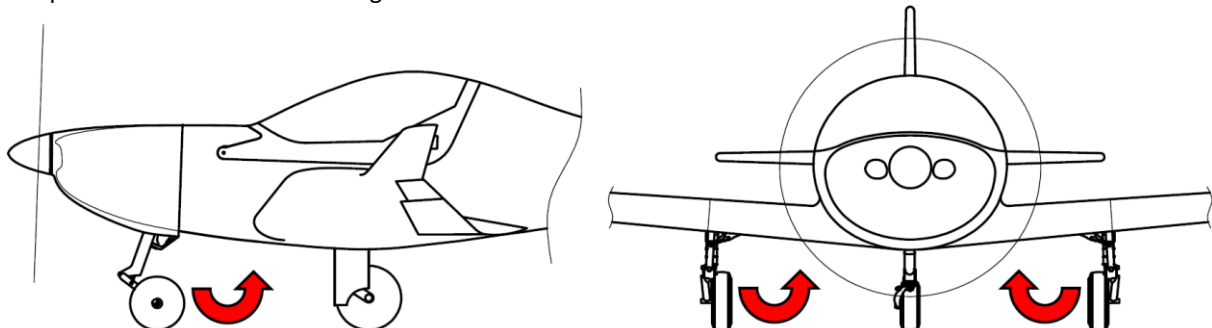

Abb. 7-2 Einziehfahrwerk
Bei der Ausführung mit Einziehfahrwerk (RG) wird das Fahrwerk mit Hilfe einer elektrisch angetriebenen Hydraulikpumpe aus- bzw. eingefahren. Ein Notausfahren des Fahrwerks erfolgt mit der Unterstützung von Gasdruckfedern. Zugstreben arretieren das Hauptfahrwerk beim Ausfahren mit Hilfe der Gasdruckfedern. Die Fahrwerkbeine sind im Mittelpanel der Tragflächen befestigt und fahren nach innen ein. Das Bugfahrwerkbein ist am Motorträger befestigt und fährt nach hinten ein (Abb. 7-2).